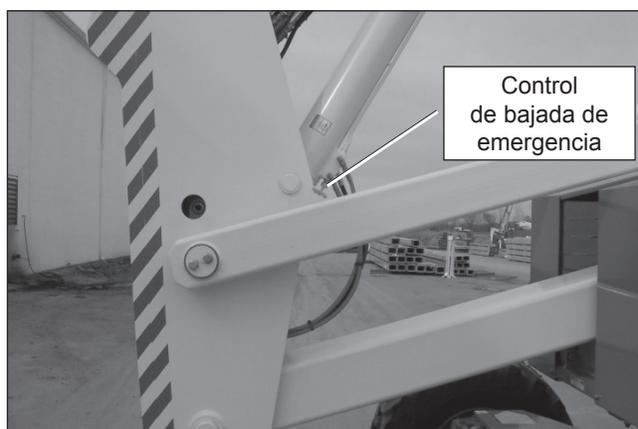

Figura 6 - Control de bajada de emergencia del brazo principal
1. Gire lentamente el control para abrir la válvula de purgado situada en el cilindro de elevación del brazo principal (consulte la Figura 6). Controle la velocidad de descenso girando el control.